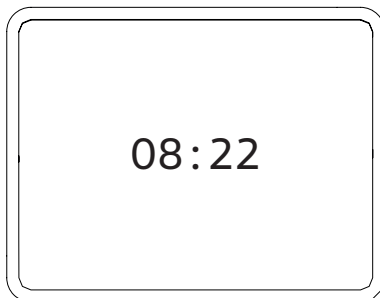

Figura 1.5
- Alimentate elettricamente la caldaia azionando l'interruttore bipolare previsto in installazione. Il display LCD visualizza l'ora corrente Figura 1.5.